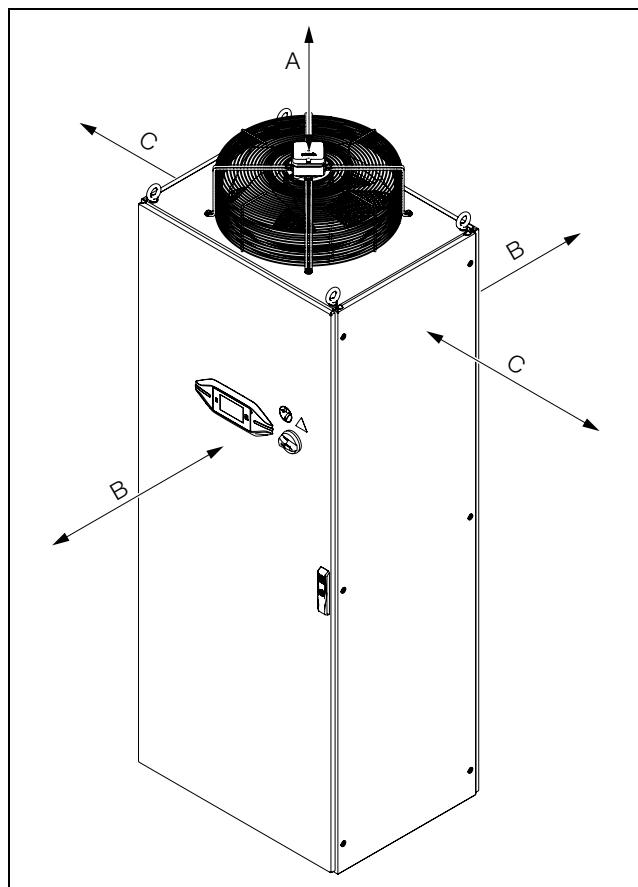

Fig. 7: Distanze minime
- L'apertura nella parte superiore del chiller deve rimanere sempre accessibile per consentire all'aria calda di scarico di fuoriuscire senza ostacoli (vedere fig. 7). Per agevolare il collegamento delle linee di alimentazione nonché la manutenzione e la riparazione, occorre attenersi inoltre alle distanze minime indicate nella figura 7.